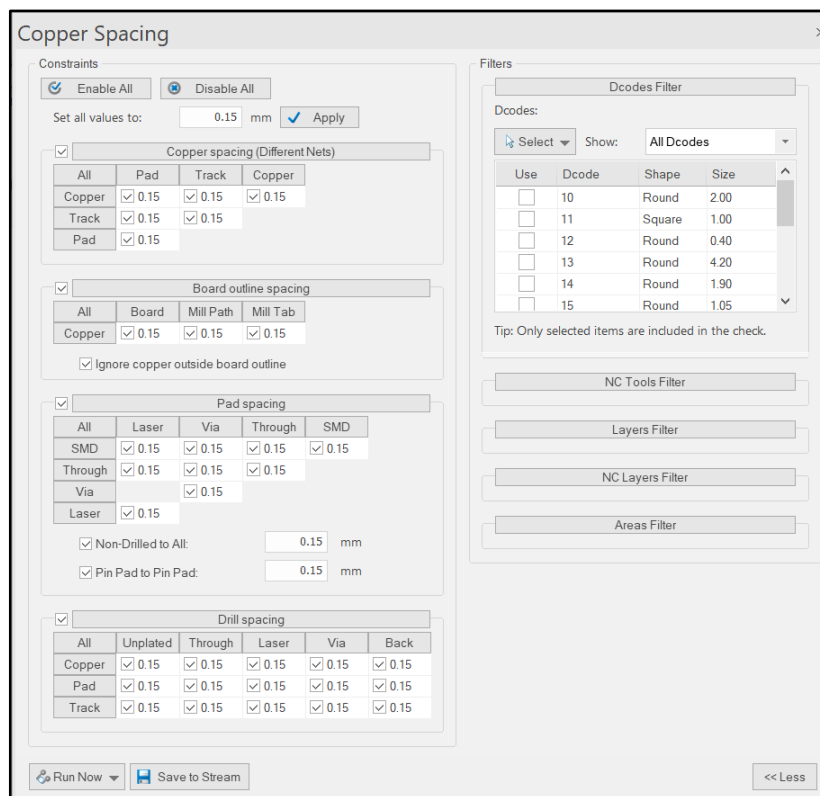

Рис. 15 Настройки инструмента Copper Spacing.
- Инструмент  измеряет расстояние между различными элементами проводящего рисунка (рис.15).